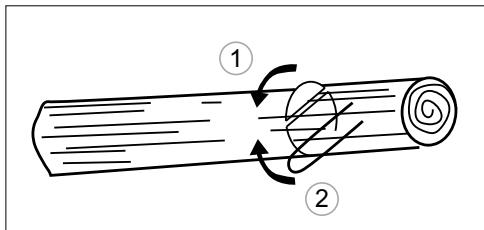

Abb. 22
3. Wenn der Stamm auf den Stützen beiderseits liegt, schneiden Sie zuerst von oben 1/3 des Stammdurchmessers, um Absplittern zu vermeiden. Danach beenden Sie den Schnitt von unten so, dass er mit dem ersten Schnitt übereinfällt, vermeiden Sie dabei Festklemmen (Abb. 22).